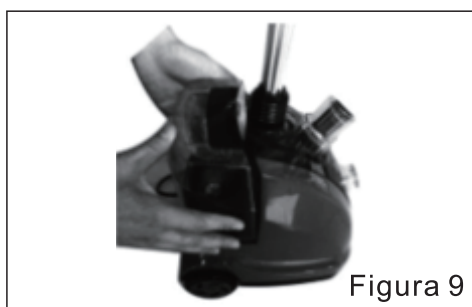

Figura 9
- ⑧ Colocar o depósito de água na estrutura principal, como mostra a figura 9.